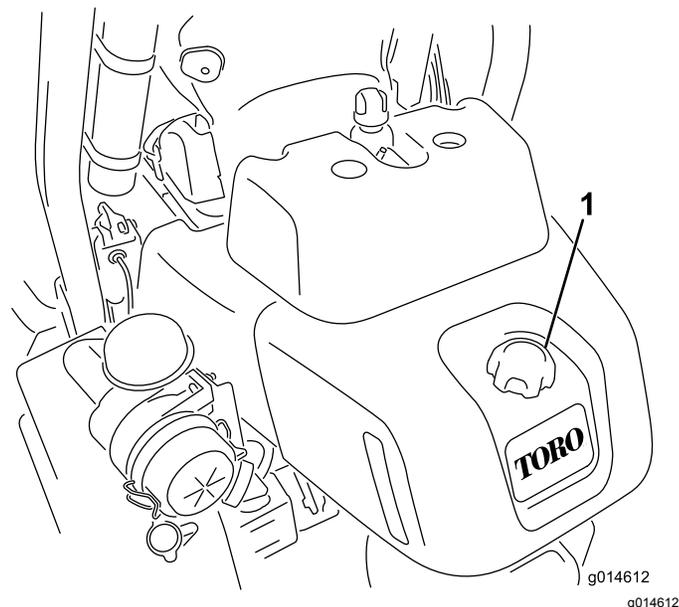

Рисунок 24
1. Очистите поверхность вокруг крышки топливного бака (Рисунок 24).